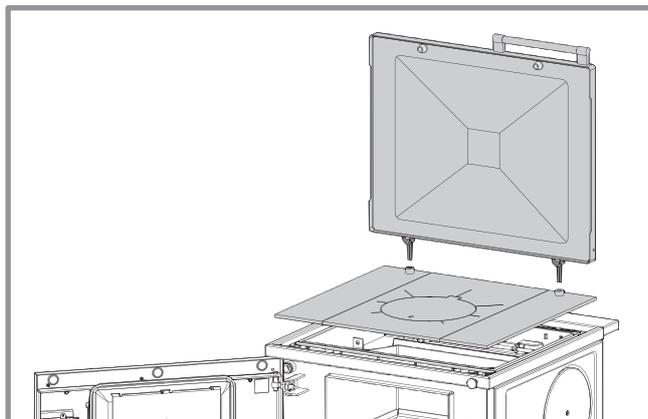

fig. 25 - Dépose couvercle isolant et plaque de cuisson
- Retirer le couvercle isolant (fig. 25).
- Plaque de cuisson en acier : Déposer et nettoyer la plaque de cuisson en acier (fig. 25).